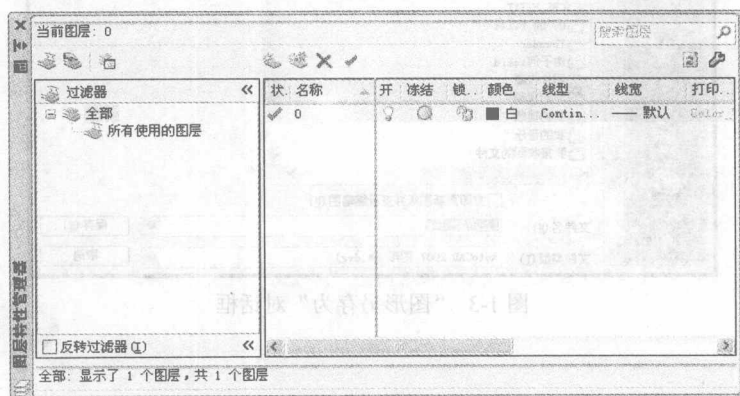

图 2-2 “图层特性管理器”对话框
(1) 在命令行输入命令 LAYER, 或者单击下拉菜单“格式”→“图层”, 或者单击图层工具栏命令图标, 系统打开“图层特性管理器”对话框, 如图 2-2 所示。